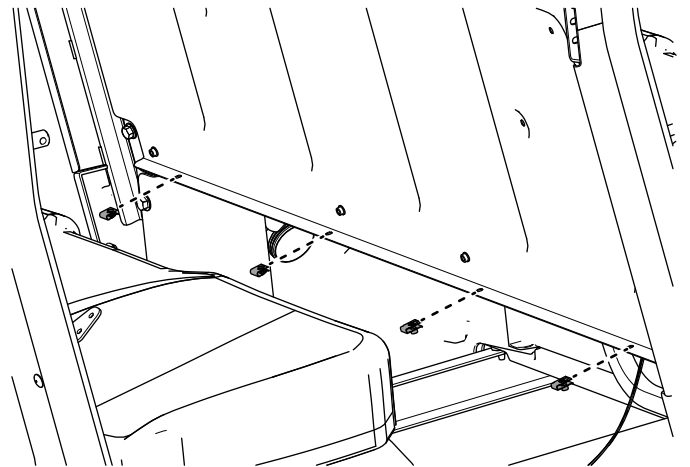

Bild 49
22. Bringen Sie die vier Clips (1/4") an der mittleren Sitzplatte an (Bild 49).